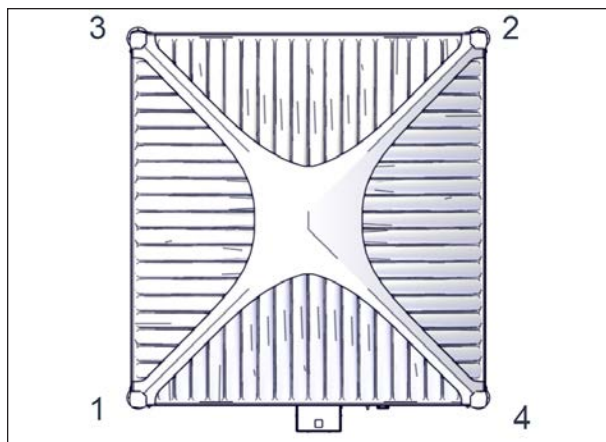

FIGURE 42: SÉQUENCE D'INSTALLATION DES SUPPORTS DE COIN EXTÉRIEUR
3. Installer les supports de coins extérieurs en suivant la séquence d'installation montrée dans la Figure 42. Le premier support s'installe au coin numéro 1 et ainsi de suite.